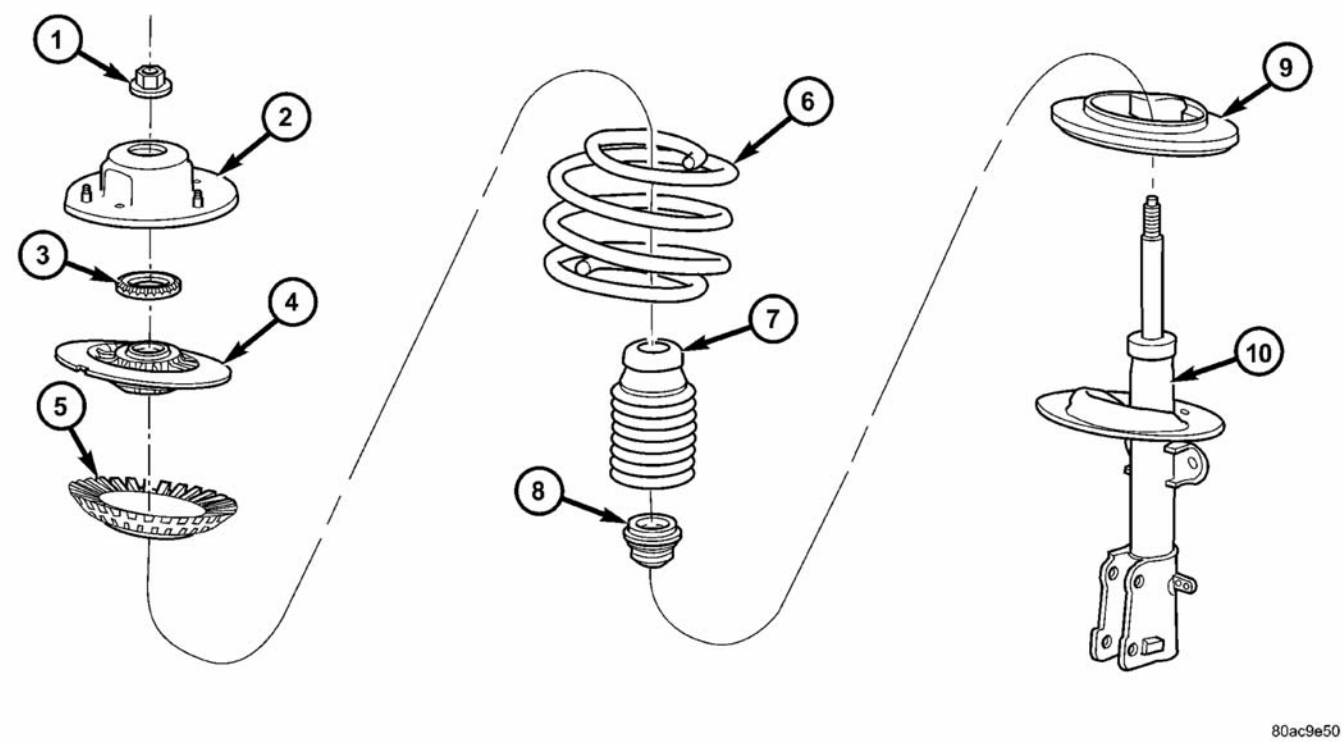

图 38 滑柱总成
滑柱总成包括图中所列的部件（图 38）。
- （1）检查螺旋弹簧有无损坏或破裂（图 38）。
(11) 从防尘罩上卸下缓冲块。压缩防尘罩直至自由拉动缓冲块，从而将缓冲块中从防尘罩上卸下。
(12) 从滑柱上的下弹簧座上卸下弹簧减震垫（图 38）。
(13) 检查滑柱总成部件是否存在下列情况，并视需要更换（图 38）：